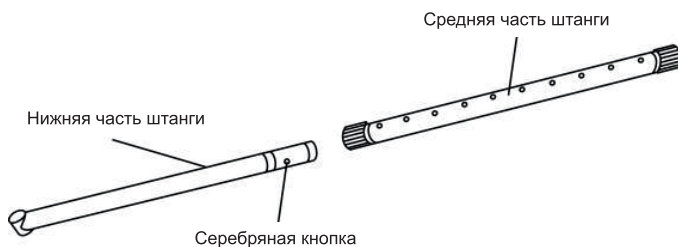

Рис.3
2. Ослабьте стопорную гайку на средней штанге, нажмите серебряную кнопку на нижней штанге, вставьте ее в среднюю штангу (см. рис. 3).